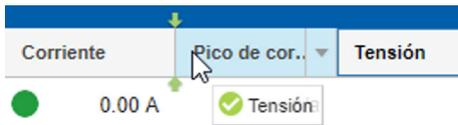

Fig. 96: Desplazar un parámetro
4. → En caso necesario, puede hacer clic en un parámetro (p. ej., "Corriente") y cambiarlo de sitio en la línea de títulos (Fig. 96).